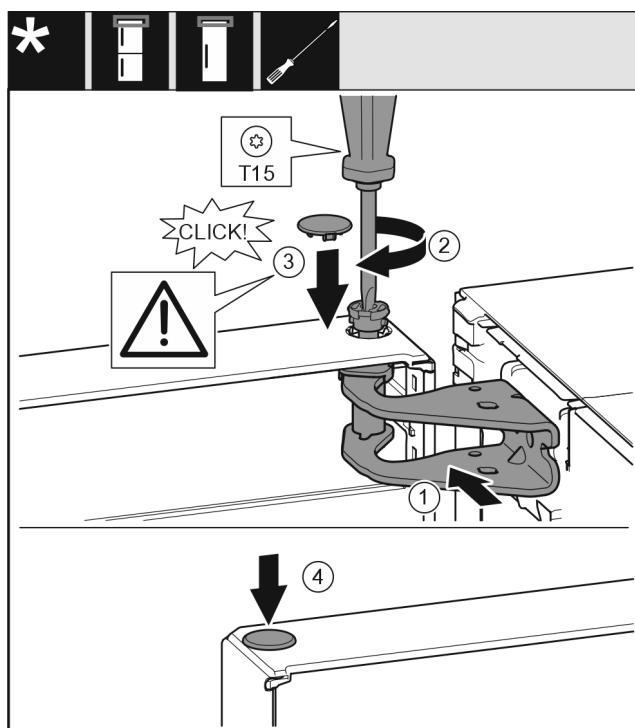

Fig. 21
- Poravnajte gornja vrata prema otvoru u podlošku ležaja. Fig. 21 (1)
- Umetnите svornjak Fig. 21 (2) i pritegnite ga odvijačem.
- Montirajte sigurnosni pokrov Fig. 21 (3) radi osiguravanja vrata: Umetnute sigurnosni poklopac i provjerite naliježe li na vrata. U suprotnom potpuno umetnute svornjake.
- Umetnute čep Fig. 21 (4).